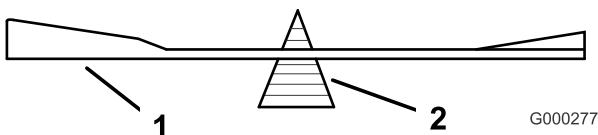
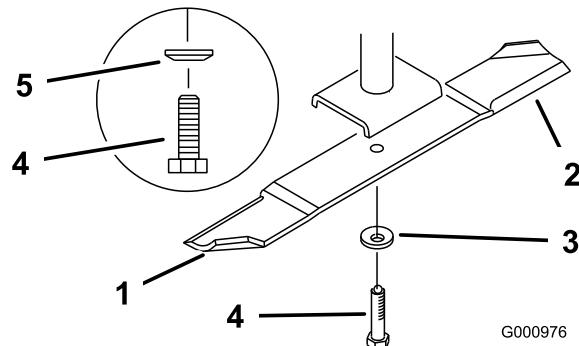

Figura 81
Figura 82
- Retire del eje el perno de la cuchilla, la arandela de muelle y la cuchilla (Figura 82).
2. Verifique el equilibrio de la cuchilla colocándola sobre un equilibrador de cuchillas (Figura 81). Si la cuchilla se mantiene horizontal, está equilibrada y puede utilizarse. Si la cuchilla no está equilibrada, rebaje algo el metal en la parte de la vela solamente (Figura 82). Repita este procedimiento hasta que la cuchilla esté equilibrada.
1. Instale la cuchilla en el eje (Figura 82).
2. Instale la arandela de muelle y el perno de la cuchilla. El cono de la arandela de muelle debe estar orientado hacia la cabeza del perno (Figura 82). Apriete el perno de la cuchilla a 115–150 Nm (85-110 pies-libra).